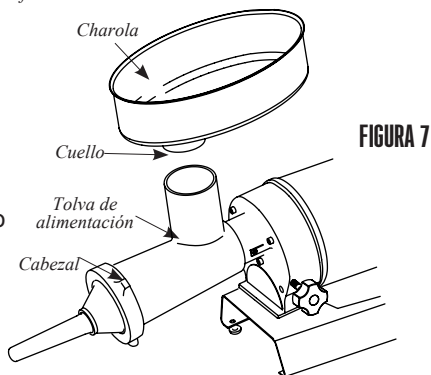

FIGURA 7
7. Inserte el cuello de la bandeja en la tolva de alimentación (**Figura 7**).
8. **NUNCA** opere el molino sin haber asegurado la bandeja en su lugar (**Figura 7**).